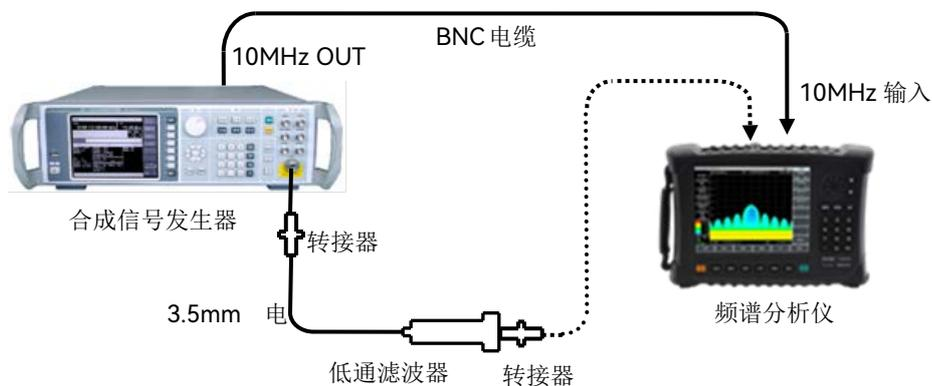

图 12-11 二次谐波失真测试设置
- 1) 如图 12-11 连接测试仪器, 合成信号发生器为频谱分析仪提供 10MHz 频率参考, 选择 1GHz 低通滤波器;